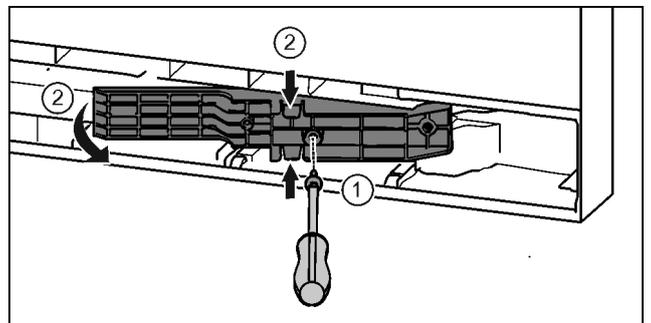

Fig. 20\*
- ▶ Schrauben mit Schraubendreher T15 lösen. Fig. 20 (1)
- ▶ Adapterstück herausziehen. Fig. 20 (2)